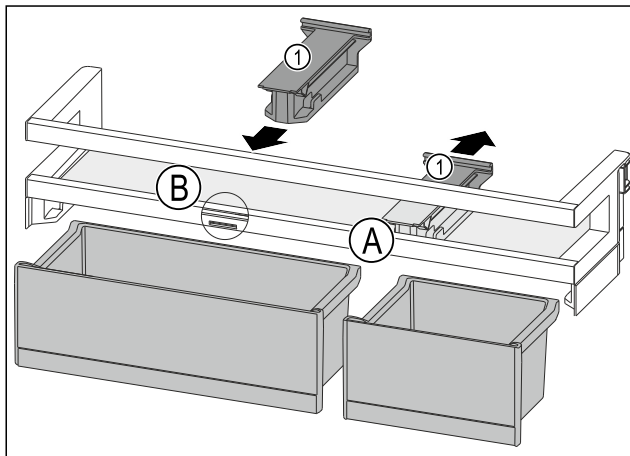

Fig. 85
- ▶ Desprindeți piesa de susținere Fig. 85 (1) din poziție Fig. 85 (A) spre spate.
- ▶ Introduceți piesa de susținere Fig. 85 (1) în poziție Fig. 85 (B).